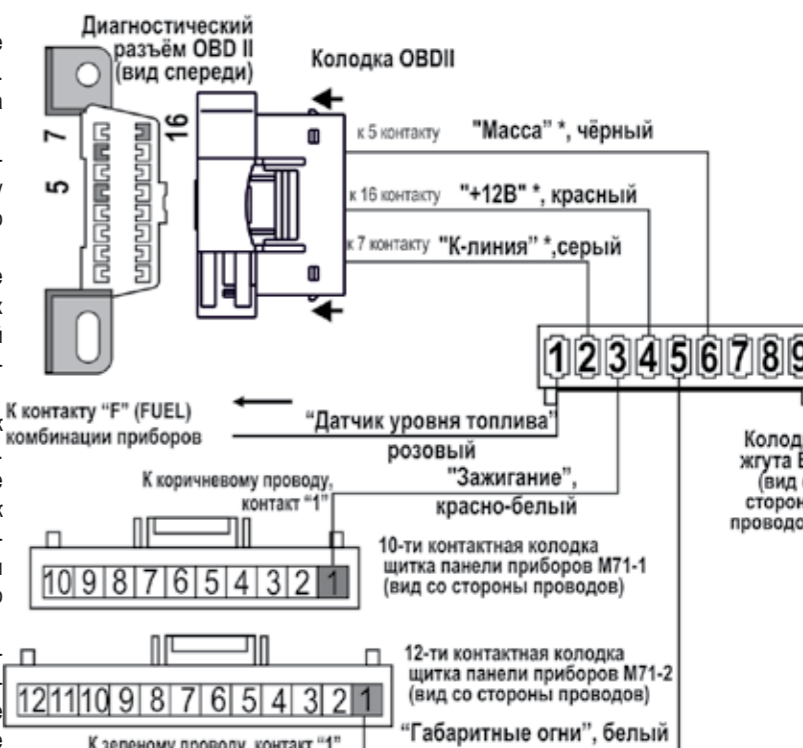

рис.12 Схема подключения к а/м Hyundai Accent с автоматической коробкой передач
3.8 При помощи зажимов (рис.3) соедините белый провод "габаритные огни" из жгута БК с зеленым проводом, подходящим к контакту №1. (рис.12). Схематичное соединения проводов через зажим показано на рис.17.
3.9 При помощи зажимов (рис.3) соедините красно-белый провод "зажигание" из жгута БК с коричневым проводом, подходящим к контакту №1. (рис.12). Схематичное соединения проводов через зажим показано на рис.17.